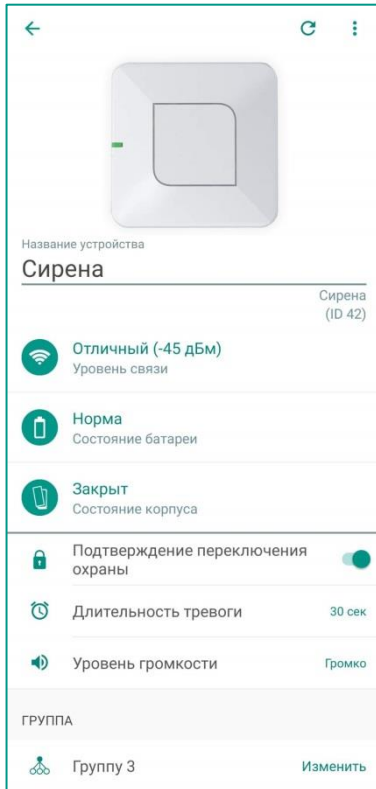

Рисунок 12.1 – Экран настройки сирены
1. В приложении на экране настройки сирены (в строке *Уровень связи*, см. рисунок 12.1).
Текущие параметры работы отображаются на экране настройки сирены (см. рисунок 12.1):
Настройки работы сирены могут быть изменены на экране настройки сирены (см. рисунок 12.1):